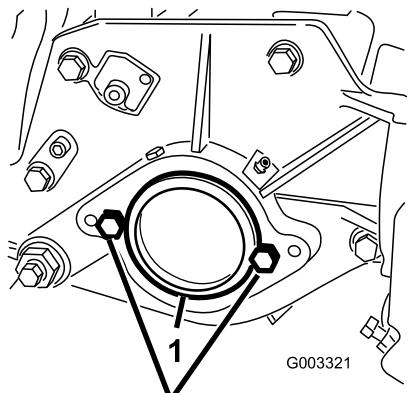

Figura 7
2. Na extremidade direita da unidade de corte, retire o tampão de plástico da caixa de rolamentos (Figura 7).
3. Retire os 2 parafusos da placa do lado direito (Figura 7).
2. Parafusos (2)
5. Instale, sem apertar, os 2 parafusos de montagem do motor do cilindro na placa do lado esquerdo da unidade de corte (Figura 7).